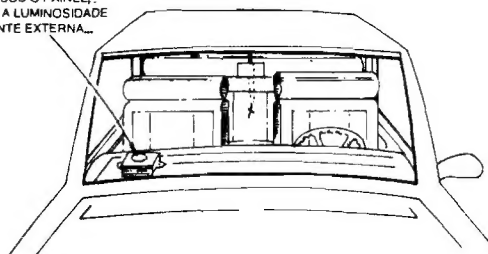

Fig. 7
- FIG. 7 - INSTALAÇÃO E AJUSTE...